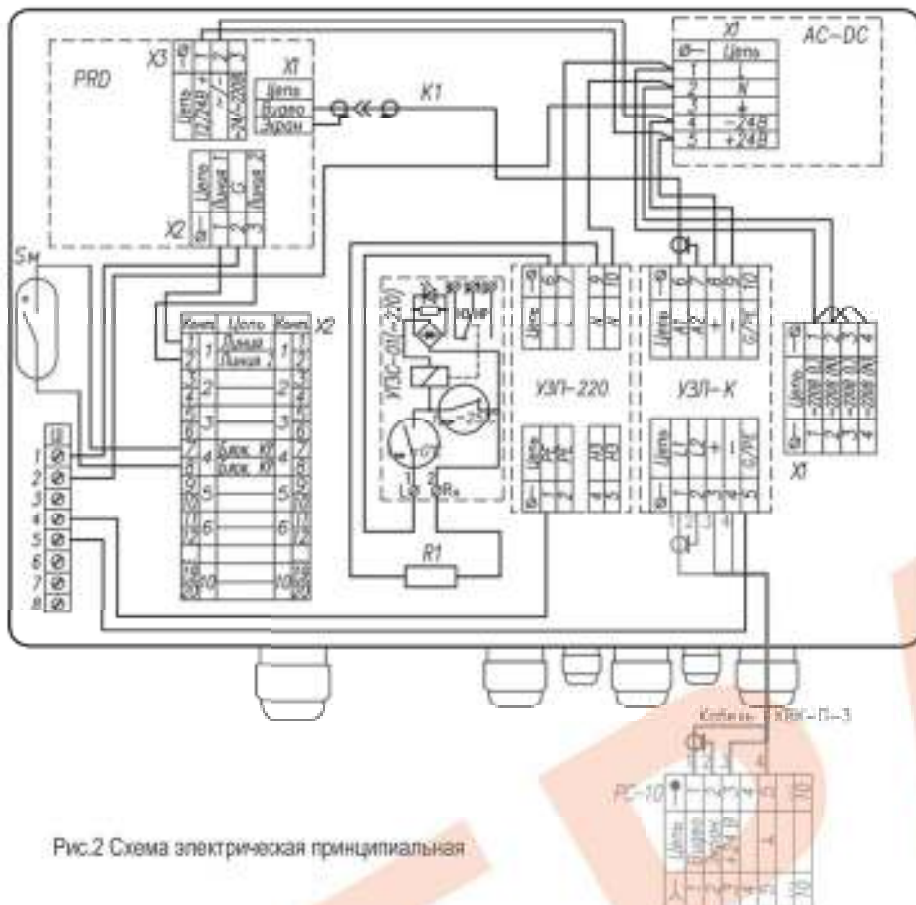
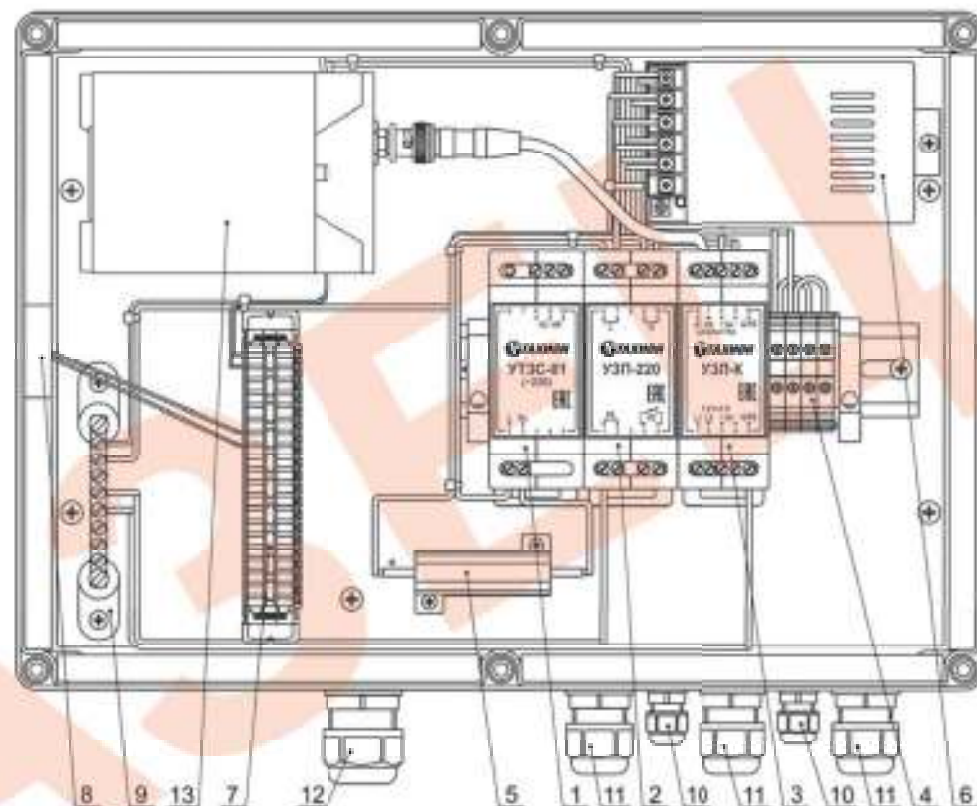

Рис.2 Схема электрическая принципиальная
Рис.1 Устройство КМГО-220-01 (крышка не показана)
В состав изделия входят (см. рис.1 и рис.2):
Подключение цепей изделия производится в соответствии со схемой электрической принципиальной (рис.2). Для подключения необходимо:
2. Заземлить любой свободный контакт шины заземления Ш (поз.9 рис.1).
3. Подключить ТВК (телевизионную видеокамеру) к УЗЛ-К с помощью кабеля КВК-П-3 и разъема РС-10 согласно схеме (рис.2).
- магнитоконтактный извещатель Sm (поз.8 рис.1) к внешнему устройству сигнализации через контакты 7 и 8 (4-я пара) плинта X2.
5. Подать трехпроводным кабелем напряжение питания 220В AC на клеммную колодку X1, при этом фазный провод (L) соединить с контактом 3, нулевой провод (N) с контактом 4, а провод заземления соединить с контактом PE устройства защиты от импульсных перенапряжений УЗП-220.